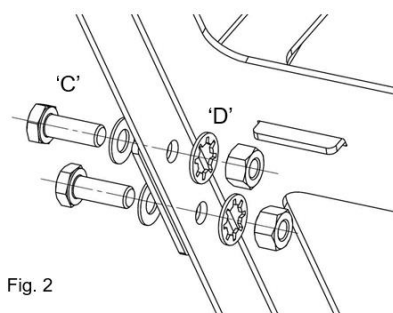

Fig. 2
4. Visser le tout à l'aide des vis et rondelles sur le côté extérieur 'C' et avec les rondelles dentées et les écrous 'D' sur le côté intérieur du support. Serrez complètement (Fig. 2).